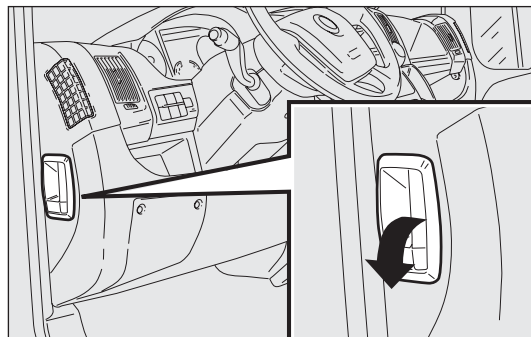

рис. 124
- потяните за рукоятку – рис. 124 в направлении, показанном стрелкой;